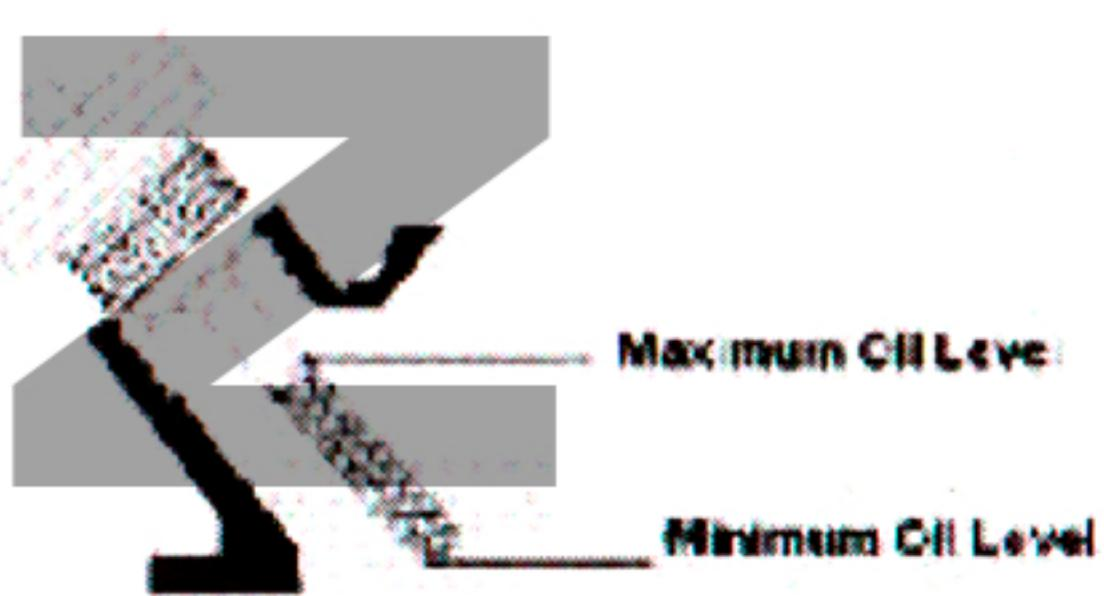

Рисунок 10 - Отверстие для заливки масла, щуп и уровень масла
3. Медленно добавляйте больше масла и повторяйте шаг 2 до тех пор, пока отметка масла не достигнет верхней части щупа (рис. 10). Не перегружайте картер.